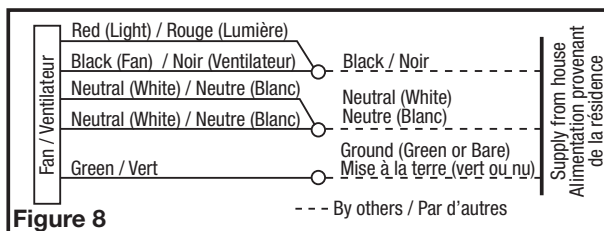

Figure 8
- 2a. From where you have access to inside the fan's junction box, connect the one white wire from the house to both the white wire from the fan's light receptacle and the white wire from the fan's exhaust receptacle. Connect the black wire from the wall switch to both the red wire from the fan's light receptacle and the black wire from the fan's exhaust receptacle. Connect the ground wire from the house to the green wire from the fan's grounding screw (**Figure 8**). Use approved methods for all connections.
- 1a. Par là où vous avez accès à l'intérieur de la boîte de jonction du ventilateur, raccorder un fil blanc de la maison aux deux fils blancs du réceptacle de la lumière du ventilateur et le fil blanc du réceptacle du ventilateur d'évacuation. Raccorder le premier fil noir provenant du commutateur mural au fil rouge du réceptacle de la lumière. Raccorder le second fil noir provenant de la maison vers le réceptacle du ventilateur d'évacuation. Raccorder le fil de mise à la terre de la maison au fil vert de la vis de mise à la terre du ventilateur (**Figure 8**).
- 2a. Par là où vous avez accès à l'intérieur de la boîte de jonction du ventilateur, raccorder un fil blanc provenant de la maison aux deux fils blancs du réceptacle de la lumière et le fil blanc du réceptacle du ventilateur d'évacuation. Raccorder le fil noir provenant du commutateur mural aux deux fils rouge du réceptacle de la lumière et au fil noir du réceptacle du ventilateur d'évacuation. Raccorder le fil de mise à la terre de la maison au fil vert de la vis de mise à la terre du ventilateur (**Figure 8**). Utiliser des méthodes de raccordement approuvées pour toutes les connexions.